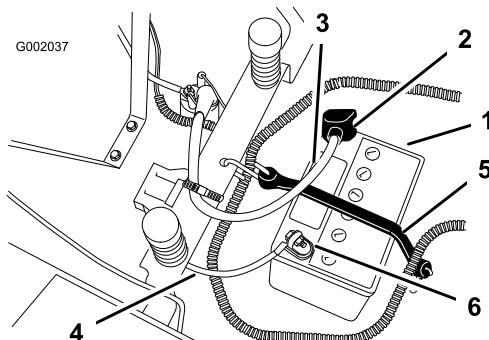

Figure 33
- Débranchez le câble négatif (noir) de mise à la masse de la borne de la batterie (Figure 33).
- Repoussez le capuchon en caoutchouc sur le câble positif (rouge). Débranchez le câble positif (rouge) de la borne de la batterie (Figure 33).
- Enlevez la sangle de maintien de la batterie (Figure 33) et ôtez la batterie de son support.
1. Placez la batterie sur son support, les bornes à l'opposé du panneau de commande (Figure 33).
4. Fixez les câbles à l'aide de 2 boulons (1/4 x 3/4 pouce), 2 rondelles (1/4 pouce) et 2 écrous (1/4 pouce) (Figure 33).
6. Fixez la batterie en place à l'aide de la sangle de maintien (Figure 33).